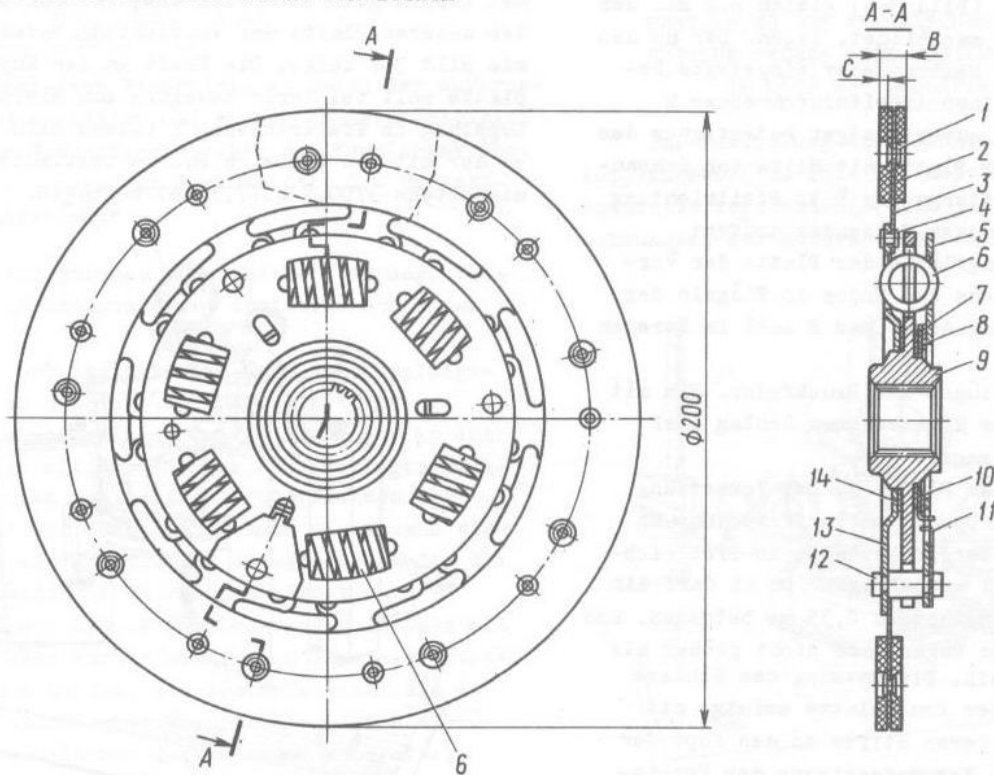

Bild 3-8. Kupplungsscheibe im Satz:
Es empfiehlt sich nicht, die Kupplungsscheibe auseinanderzunehmen und ihre Teile zu ersetzen, ausgenommen die Kupplungsbeläge 2 (Bild 3-8). Die Kupplungsscheibe ist im Satz durch eine neue zu ersetzen bei Verschleiß oder Bruch von Teilen
3. Den Kupplungsbelag so auf die Federplatten legen, daß die Löcher in den mit der balligen Seite zum Belag gerichteten Federplatten mit den gesenkten Bohrungen des Kupplungsbelags übereinstimmen, wobei die gesenkten Bohrungen mit dem großen Durchmesser nach außen gerichtet sein sollen (siehe Bild 3-8).
5. In gleicher Weise den zweiten Kupplungsbelag annieten. Dabei sollen die gesenkten Bohrungen eines Belags mit den ungesenkten Bohrungen des anderen Belags übereinstimmen (siehe Bild 3-8).
auf die Arbeitsfläche des Belags mindestens um 1,5 mm (Maß C, siehe Bild 3-8) versenkt sein.